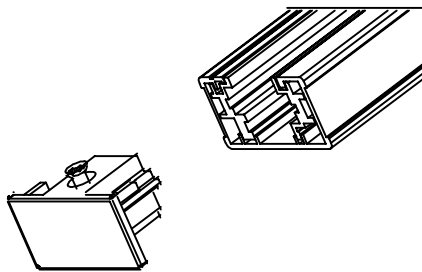

Fig. 15
1. Loosen screw, remove end cap from end of track (Fig 15).
1. Desserrez la vis, retirez le capuchon d'extrémité de la fin du rail (Fig. 15).